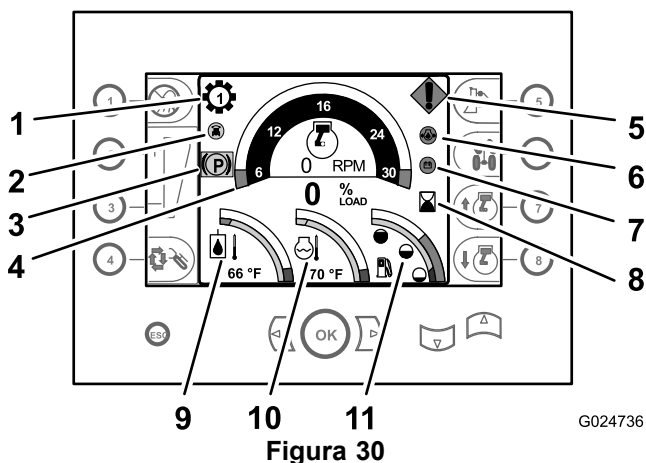
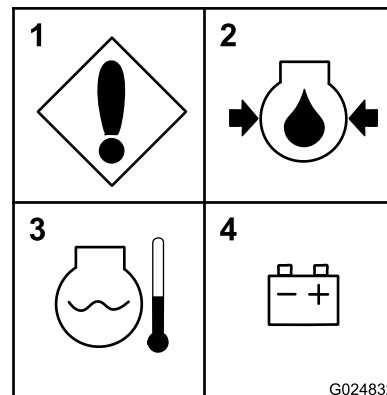

Figura 30
Figura 31
- **Indicador de marcha** – Este indicador mostra qual marcha está selecionada para transmissão (marchas de 1 a 4) e é exibido acima e à esquerda do tacômetro (Figura 30).
- **Indicador de inclinação automática** (kit opcional) – Este indicador liga/desliga mostra se a função de inclinação automática está ativa. O indicador de inclinação automática está localizado logo abaixo e à esquerda do indicador de marcha (Figura 30).
- **Tacômetro** – O tacômetro indica a velocidade do motor em rotações por minuto (RPM). O tacômetro é exibido na parte central superior da central de comando (Figura 30).
- **Horômetro** – O horômetro indica o número de horas que o motor tem funcionado. Ele é exibido na área à direita da tela da central de comando, à direita do tacômetro (Figura 30).
- **Indicador de temperatura do fluido hidráulico** – Este indicador mostra a temperatura do fluido hidráulico e é exibido na área inferior esquerda da tela da central de comando (Figura 30).
- **Indicador de temperatura do líquido de arrefecimento** – Este indicador mostra a temperatura do líquido de arrefecimento do sistema de arrefecimento do motor. Ele é exibido na área central inferior do painel de instrumentos (Figura 30).
- **Indicador de nível de combustível** – Este indicador mostra o nível remanescente de combustível presente no tanque e é exibido na área inferior direita da tela de comando (Figura 30).
- **Erro de máquina ou motor** – Esta mensagem é exibida caso a máquina ou o motor apresente falha. A causa da falha é dada no Diagnóstico do Painel de Instrumentos (Figura 30 e Figura 31).
- **Pressão baixa do óleo do motor** – Esta mensagem de aviso é exibida caso não haja pressão de óleo ou haja baixa pressão de óleo no motor (Figura 30 e Figura 31).
- **Motor superaquecido** – Esta mensagem é exibida caso o motor esteja superaquecido (Figura 30 e Figura 31).
- **Verifique a bateria ou o alternador** – Esta mensagem é exibida caso o alternador não esteja carregando a bateria (Figura 30 e Figura 31).